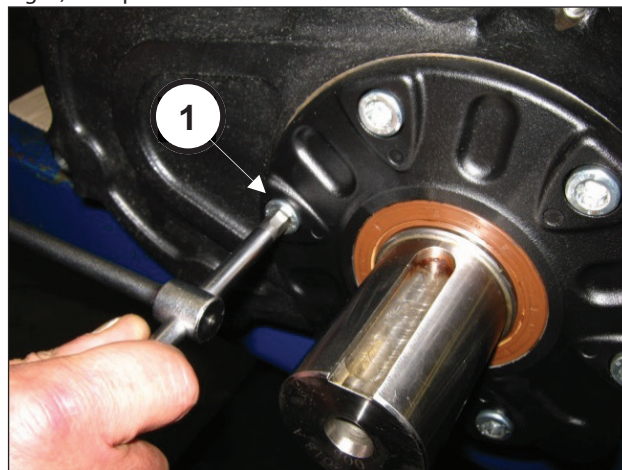

Fig. 3
Dévisser les vis de fixation du couvercle du pignon (rep. ①, Fig. 3) et déposer le couvercle de l'arbre.